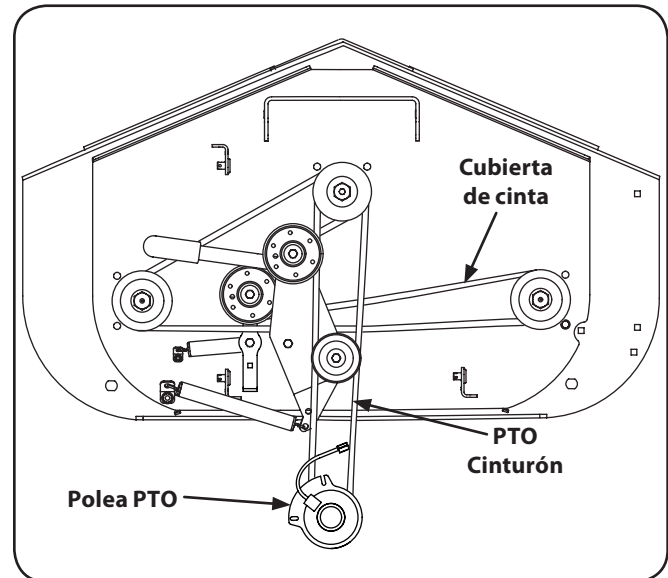

Figura 7-8
4. Instale la correa nueva cubierta en las poleas del huso, como se muestra en la figura. 7-8 y volver a instalar el cinturón de cubiertas.